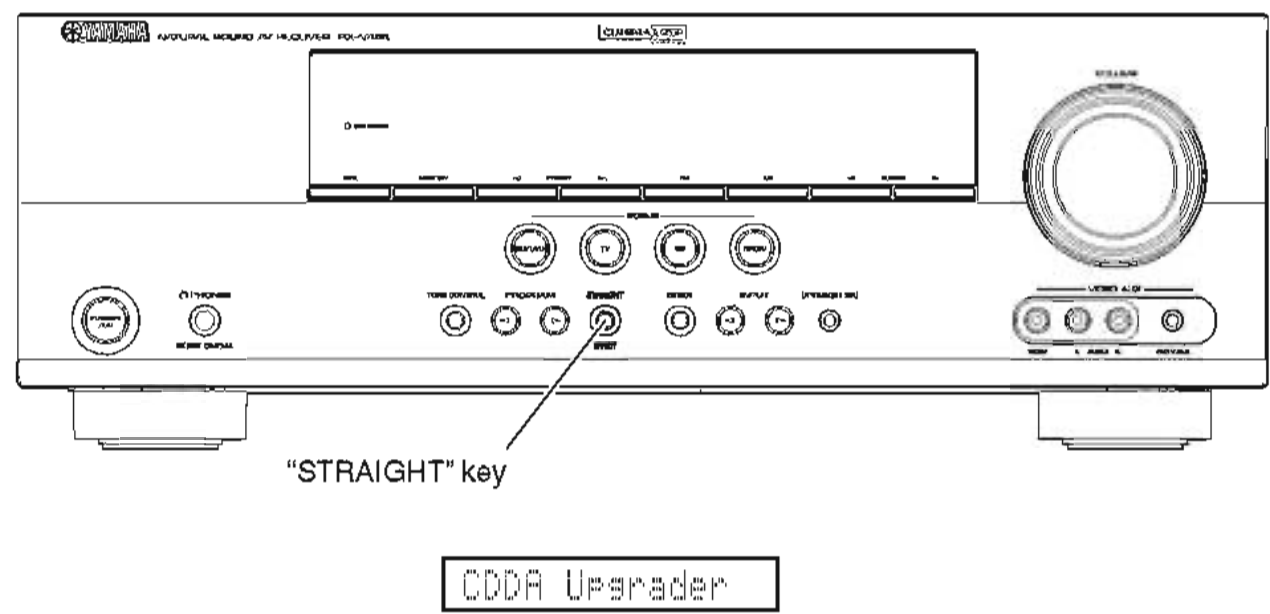

Fig. 2
- 1. While pressing the "STRAIGHT" key of this unit, connect the power cable of this unit to the AC outlet. (Fig. 2)
The FIRMWARE UPDATE mode is activated and "CDDA Upgrader" is displayed. (Fig. 2)
- 1. 本機の "STRAIGHT" キーを押しながら、本機の電源コードを AC コンセントに接続します。(Fig. 2)
FIRMWARE UPDATE モードが起動し、"CDDA Upgrader" が表示されます。(Fig. 2)